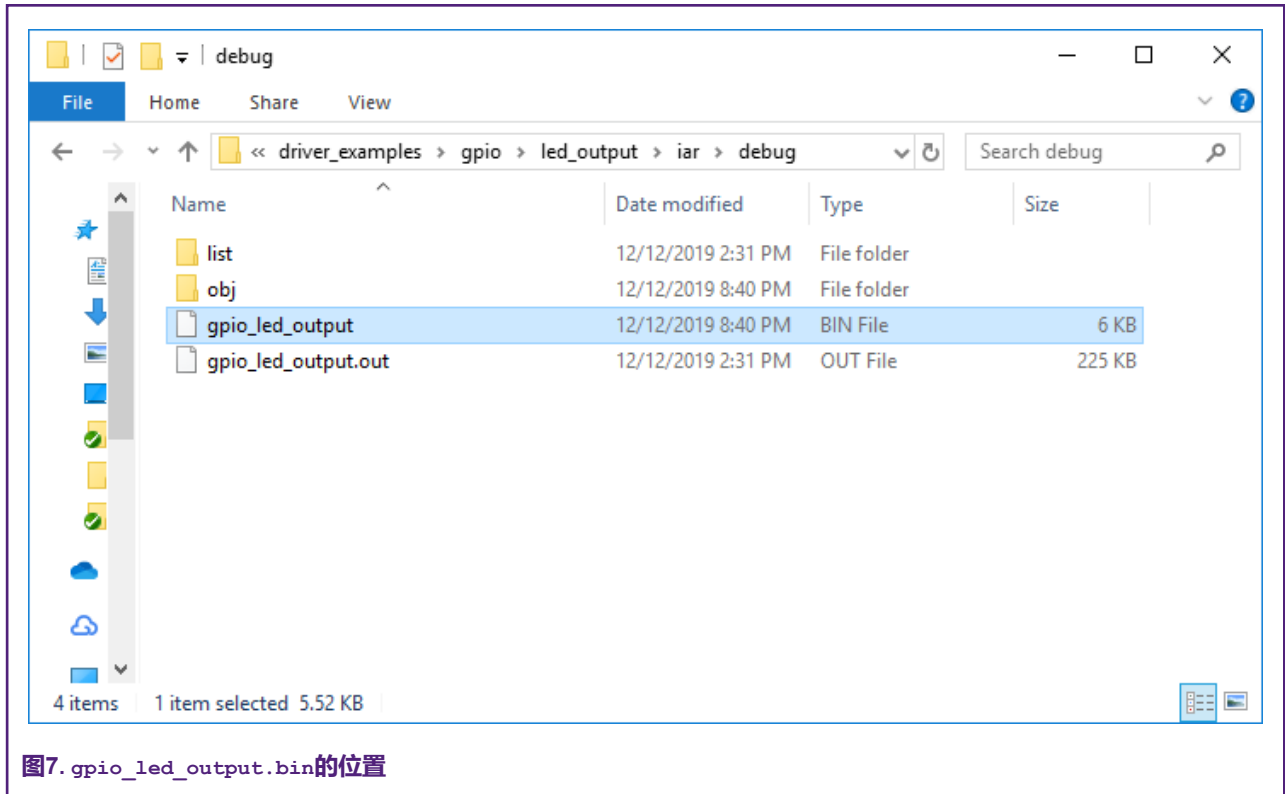

图7. `gpio_led_output.bin`的位置
2. 构建项目并生成.bin格式的映像。您可以找到如图7所示的gpio_led_output.bin文件。